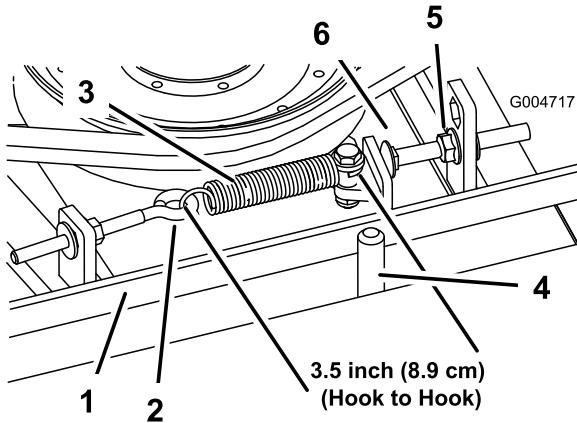

Figure 97
Lorsqu'il est correctement tendu, le ressort d'extension (d'un crochet à l'autre) doit mesurer environ $8,9 \text{ cm} \pm 6 \text{ mm}$ (intérieur). Lorsque le ressort est correctement tendu, ajustez le boulon de butée (boulon de carrosserie) jusqu'à obtention d'un jeu d'environ $3,2 \text{ mm} \pm 1,5/0,0 \text{ mm}$ entre la tête du boulon et le bras de la poulie de tension (Figure 97).
Remarque: La courroie doit être placée du côté ressort du guide (Figure 97).
2. Desserrez le boulon à œil pour pouvoir enlever le ressort d'extension (Figure 97).
3. Desserrez l'écrou à embase qui fixe le boulon de butée à la patte de montage. Reculez l'écrou suffisamment pour que le bras de la poulie de tension passe le boulon de butée (Figure 97). Eloignez la poulie de tension de la courroie pour détendre cette dernière.
8. Raccrochez le ressort d'extension (Figure 97) au boulon à œil et tendez la courroie comme suit :